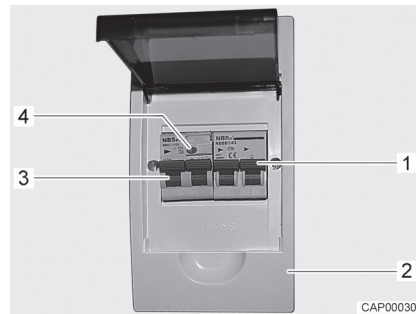

Bild 51 Leitungsschutzschalter und FI-Schalter (230-V-Sicherungskasten)
- Den Leitungsschutzschalter (Bild 51,1) im Sicherungskasten (Bild 51,2) ausschalten.
- Wenn das Fahrzeug an die 230-V-Versorgung angeschlossen ist, die Prüftaste (Bild 51,4) des Fehlerstrom-Schutzschalters (FI-Schalter) (Bild 51,3) im Sicherungskasten (Bild 51,2) drücken. Der Fehlerstrom-Schutzschalter muss auslösen.
- Den Fehlerstrom-Schutzschalter (Bild 51,3) wieder einschalten.